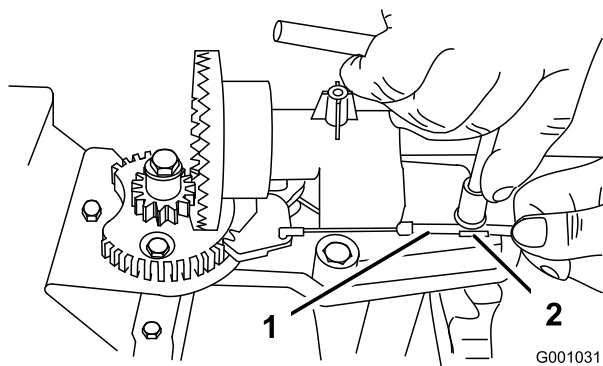
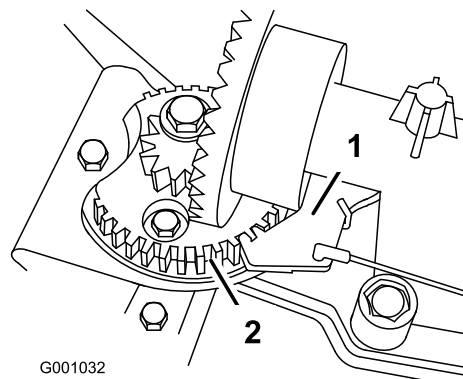

Рисунок 59
Рисунок 60
2. Ослабьте затяжку болта на хомуте кабеля (Рисунок 59).
3. Захватите кабельный трубопровод и перемещайте его по направлению к передней части машины до тех пор, пока фиксатор желоба не войдет полностью в зацепление с зубчатой передачей редуктора (Рисунок 59 и Рисунок 60).
Примечание: Фиксатор подпружинен, и под действием пружины стремится войти в зацепление с шестерней редуктора (Рисунок 60).